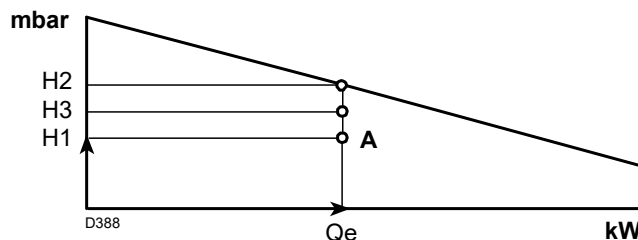

Fig. 3
- 4 Trazar una vertical desde el punto A (Fig. 3), y encontrar la máxima presión "H2" del campo de trabajo.
- Si "H3" es mayor que "H1" (Fig. 3), el quemador puede suministrar el caudal requerido.